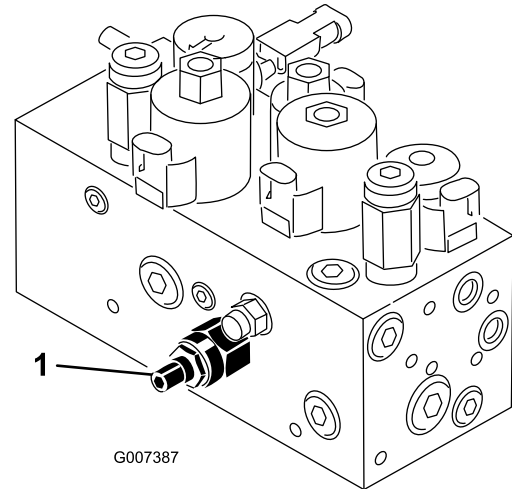

Figura 55
Il circuito di sollevamento/abbassamento degli apparati di taglio della macchina è dotato di una valvola di regolazione del flusso (Figura 55). Questa valvola viene preregolata in fabbrica con un'apertura di 3 giri circa, ma è talvolta necessario regolarla per compensare i dislivelli delle temperature dell'olio idraulico, delle velocità di tosatura, ecc. Se necessario, regolate come segue:
1. Alzate il sedile e individuate la valvola di regolazione del flusso per il telaio di trazione centrale (Figura 55), situata accanto al collettore idraulico.